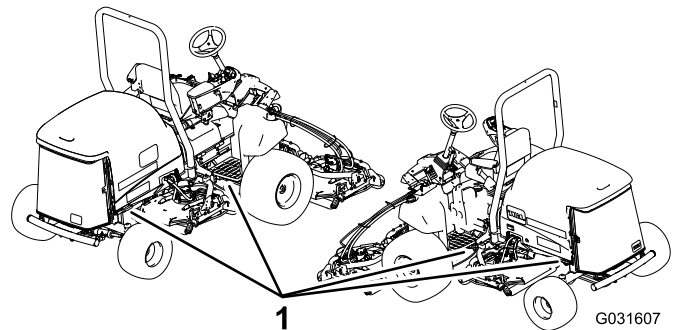

Figura 43
5. Utilizzate gli anelli di ancoraggio metallici sulla macchina (Figura 43) per fissare saldamente la macchina al rimorchio o all'autocarro per mezzo di cinghie, catene, cavi o corde.